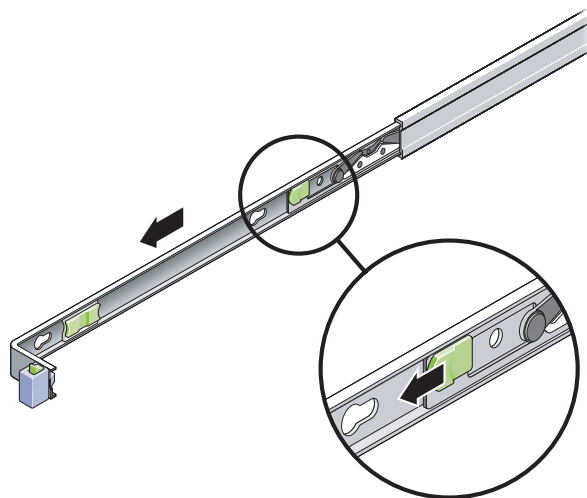

図 3-24 固定部品のリリースボタンの位置
- c. 固定部品のリリースボタンを図 3-24 で示す方向にスライドさせて、固定部品をスライドレールから引き出します。